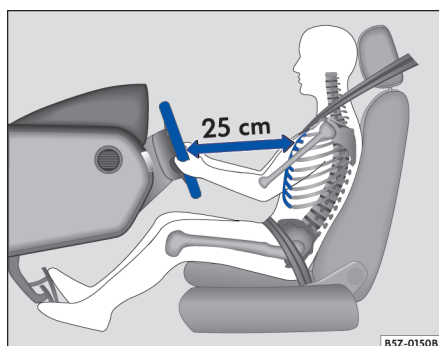

Fig. 88 Detalle: posición correcta del conductor
- Regule el asiento del conductor, de tal modo que la distancia entre el volante y el pecho sea de, no mínimo, 25 cm ⇒ fig. 88 para que el cinturón de seguridad y el sistema de airbag actúen con máxima eficacia en caso de accidentes. Si esta distancia mínima no es respetada, el sistema de airbag no puede ejercer su función de protección - ¡Peligro de muerte!